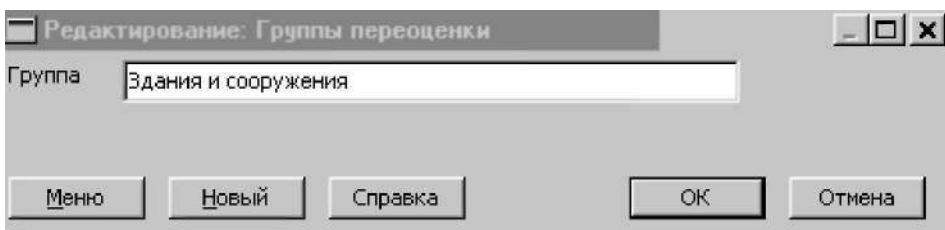

Рисунок 2.11.
2. Добавить группу переоценки. Рисунок 2.11.